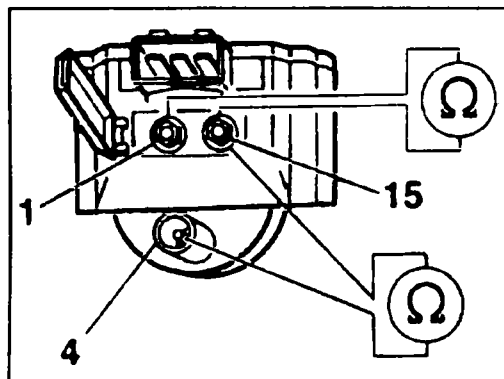
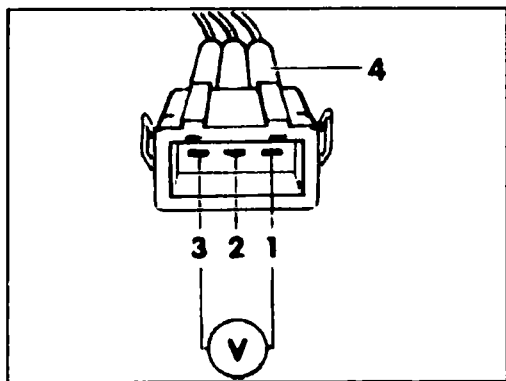

Рис. 4.63 Схема проверки обмоток катушки зажигания
Рис. 4.66 Схема проверки напряжения питания
- ◆ Подключите омметр к клеммам (15) и (4) (см. рис. 4.63).
- ◆ Подключите вольтметр к контактам (1) и (3) разъема жгута преобразователя (см. рис. 4.66).
- ◆ Подключите контрольную лампу к контактам (2) и (3) разъема жгута преобразователя.
- ◆ Подключите вольтметр к контактам (1) и (15) преобразователя высокого напряжения (см. рис. 4.63).